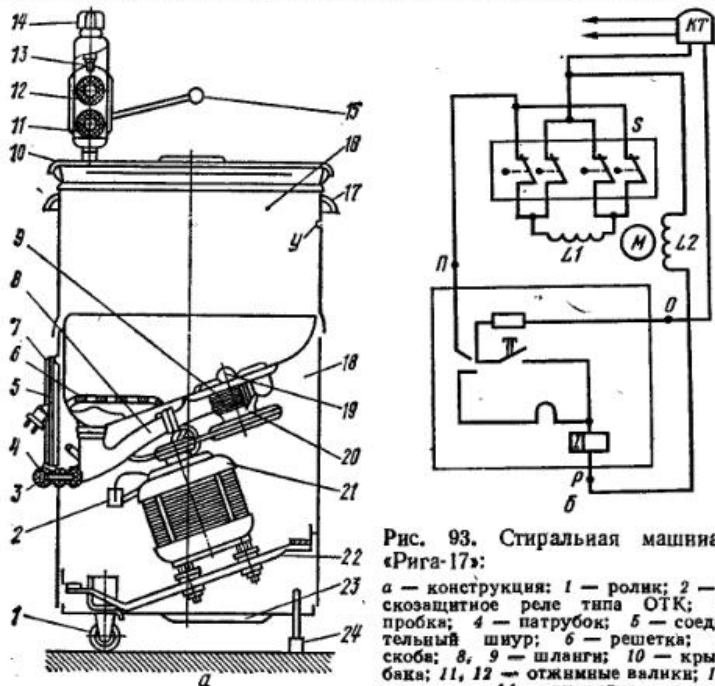

Рис. 93. Стиральная машина «Рига-17»:
**СТИРАЛЬНАЯ МАШИНА «РИГА-17» ТИПА СМР-1,5.** Эта машина с двумя режимами стирки предназначена для индивидуального пользования в домашних условиях. Бак 16 (рис. 93, а) стиральной машины, изготовленный из нержавеющей стали, смонтирован на цилиндрическом корпусе 18. Стирка и полоскание белья производится потоками жидкости, создаваемыми вращением дискового активатора 19, расположенного на наклонном дне бака. Активатор может вращаться в двух направлениях в зависимости от режима стирки (нормального или бережного). Нормальный режим (активатор вращается против часовой стрелки) используется для стирки белья из хлопчатобумажных и льняных тканей, бережный (активатор вращается по часовой стрелке) — для стирки белья из шерстяных, шелковых, синтетических тканей и трикотажа.
Электрическая схема машины показана на рис. 93, б.